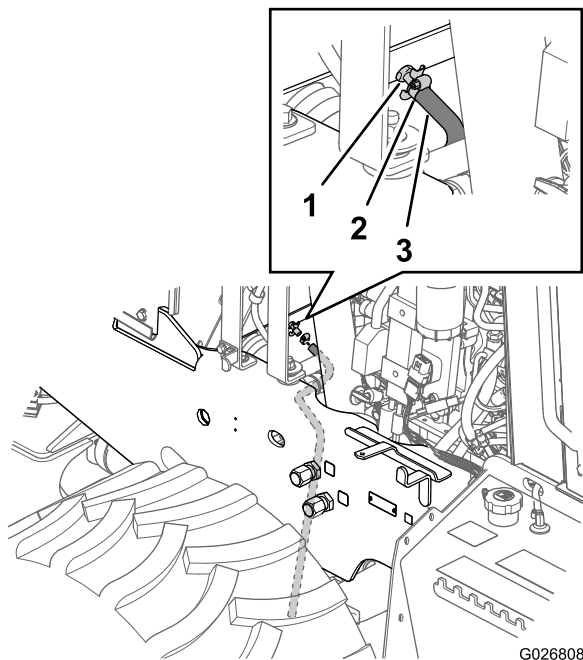
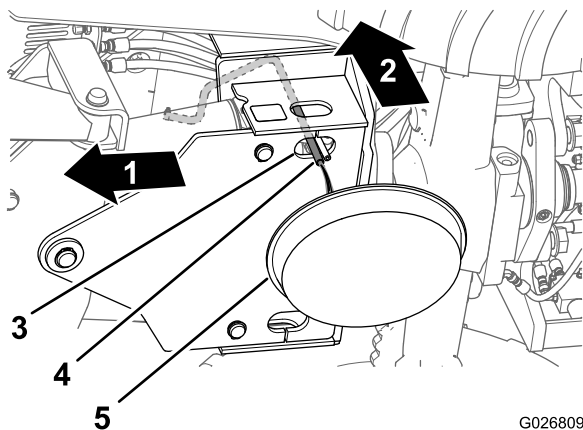
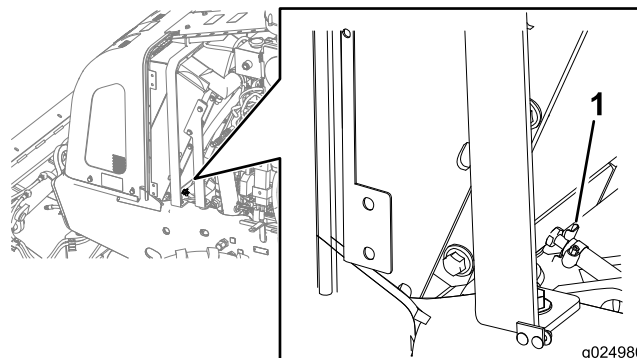

Bild 99
Bild 100
Bild 101
4. Schieben Sie einen kühlmittelresistenten Schlauch (Durchmesser 3/8" x 30") über den Auslauf für das Ablassventil im Kühler (Bild 99).
5. Befestigen Sie den Schlauch mit einer Schlauchklemme am Ablassventil (Bild 99).
6. Verlegen Sie den Schlauch nach unten und durch das Loch in der unteren Befestigungsplatte für das Planierschild (Bild 100).
7. Stellen Sie eine Auffangwanne mit einem Fassungsvermögen von mindestens 23 Litern unter das offene Ende des Ablassschlauches (Bild 100).
9. Schließen Sie das Ablassventil (Bild 101).
10. Nehmen Sie den Ablassschlauch und die Klemme ab (Bild 99 und Bild 100).
- A. Stellen Sie sicher, dass das Kühlmittel vom Kühler abgelassen ist, und dass das Ablassventil geschlossen ist (Bild 101).
- D. Öffnen Sie das Ablassventil und lassen Sie die Reinigungslösung in eine Auffangwanne ablaufen (Bild 99 und Bild 101).
- E. Schließen Sie das Ablassventil (Bild 101).
- C. Öffnen Sie das Ablassventil (Bild 101) und lassen Sie das Wasser in eine Auffangwanne ablaufen.